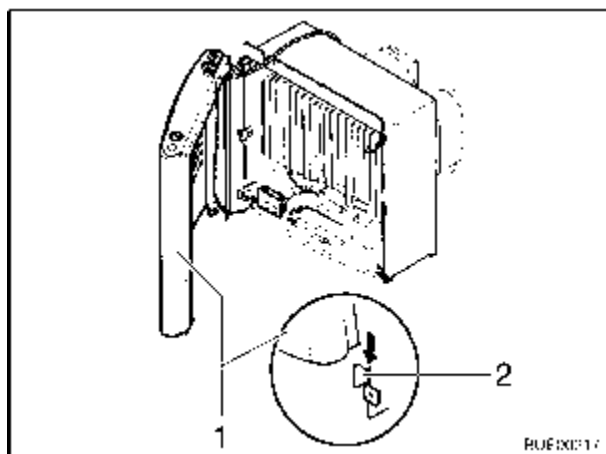

Fig. 93 Habillage du chauffage, pattes de retenue
- Monter l'habillage du chauffage. Pour ce faire placer l'habillage (Fig. 93,1) sur les pattes de retenue inférieures (Fig. 93,2).